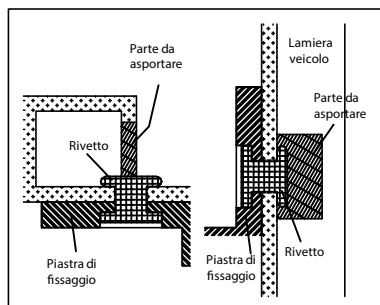

Fig G 3
**FIG. G.3\_ Situazione C\_** In fase di realizzazione dei fori, sul lato interno dell'anta del veicolo il foro viene a trovarsi in corrispondenza del montante della scatola dell'anta, o nelle immediate vicinanze (Fig G 3). In questa situazione sia in caso di fissaggio con rivetti sia in caso di fissaggio con viti e dadi flangiati (non forniti nella confezione) sarà necessario, con l'utilizzo di una punta di trapano, creare lo spazio utile all'espansione del rivetto o per il fissaggio del dado.